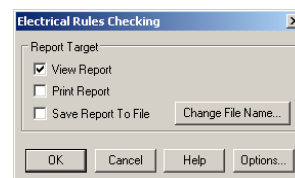

Рис. 22. Настройка отчета о проверке ERC.
10. В появившемся окне Electrical Rules Checking (рис. 22) включим только опцию View Report (просмотр отчета) и нажмем кнопку ОК. Печать или сохранение в файл нам сейчас не требуются.